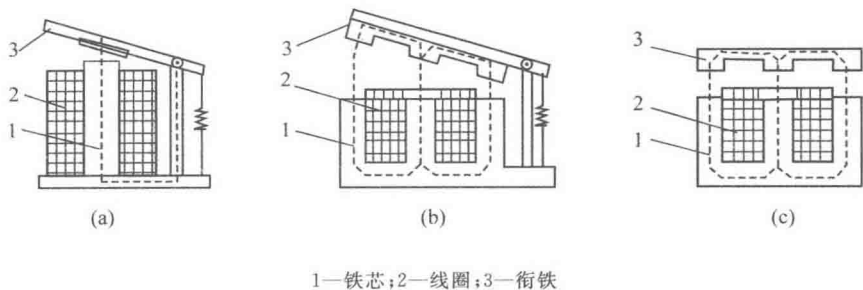

图 1-2 常用电磁机构的结构形式
① 衔铁绕棱角转动的拍合式铁芯。如图 1-2(a)所示,衔铁绕铁轭的棱角而转动,磨损较小;铁芯用整块铸铁或铸钢制成。这种形式广泛应用于直流电器中。
② 衔铁绕轴转动的拍合式铁芯。如图 1-2(b)所示,衔铁绕轴转动,铁芯用硅钢片叠成,其形状有 E 型和 U 型两种。此种结构多用于触点容量较大的交流电器中。
③ 衔铁沿直线运动的双 E 型直动式铁芯。如图 1-2(c)所示,衔铁在线圈内作直线运动。